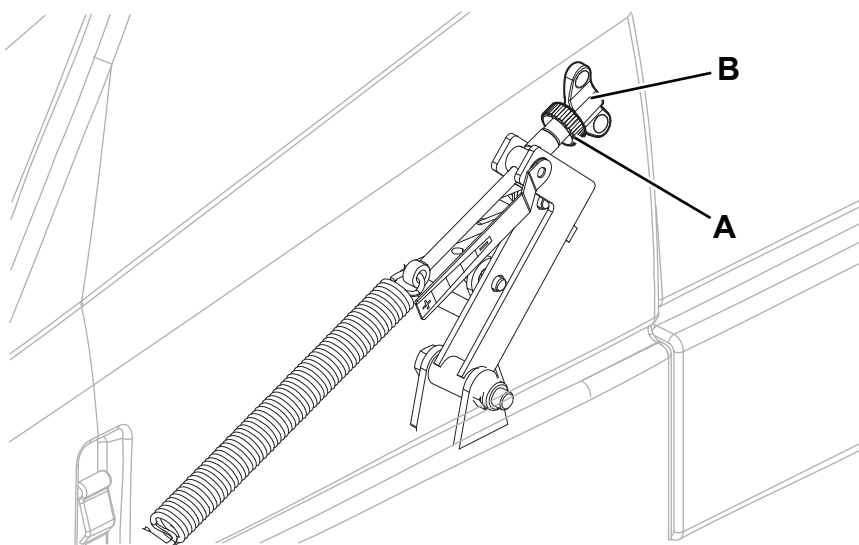

Figure 5
7. Pour ce réglage, ouvrir le coffre du logement batteries (1) à l'aide du bouton de déblocage (25), desserrer la poignée (A, Fig. 5) et régler l'écrou papillon (B) du balai central en sachant que :